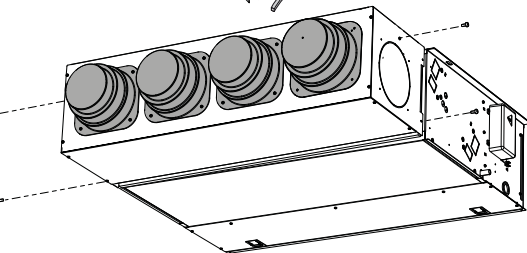

Fig. 4
- Instale las dos abrazaderas de fijación en los agujeros laterales correspondientes y fíjelas con los dos tornillos suministrados (fig. 4).